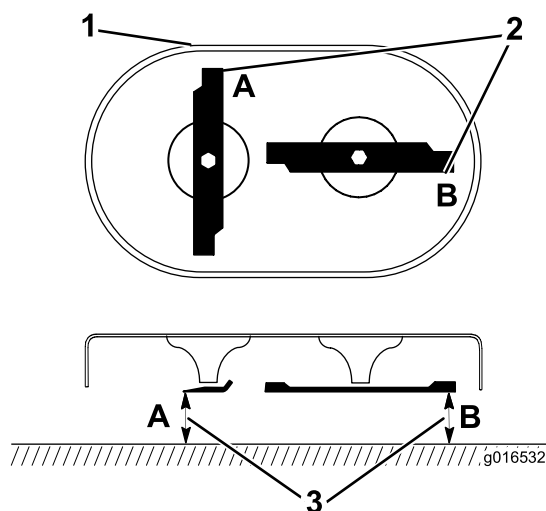

Bild 43
1. Drehen Sie die Messer in die Stellung, die in Bild 43 abgebildet ist.
2. Messen Sie an den Stellen **A** und **B** von der ebenen Fläche zu den Schnittkanten (Bild 43) und notieren Sie beide Werte.
3. Drehen Sie die Messer so, dass die anderen Enden an den Stellen **A** und **B** sind (Bild 43).